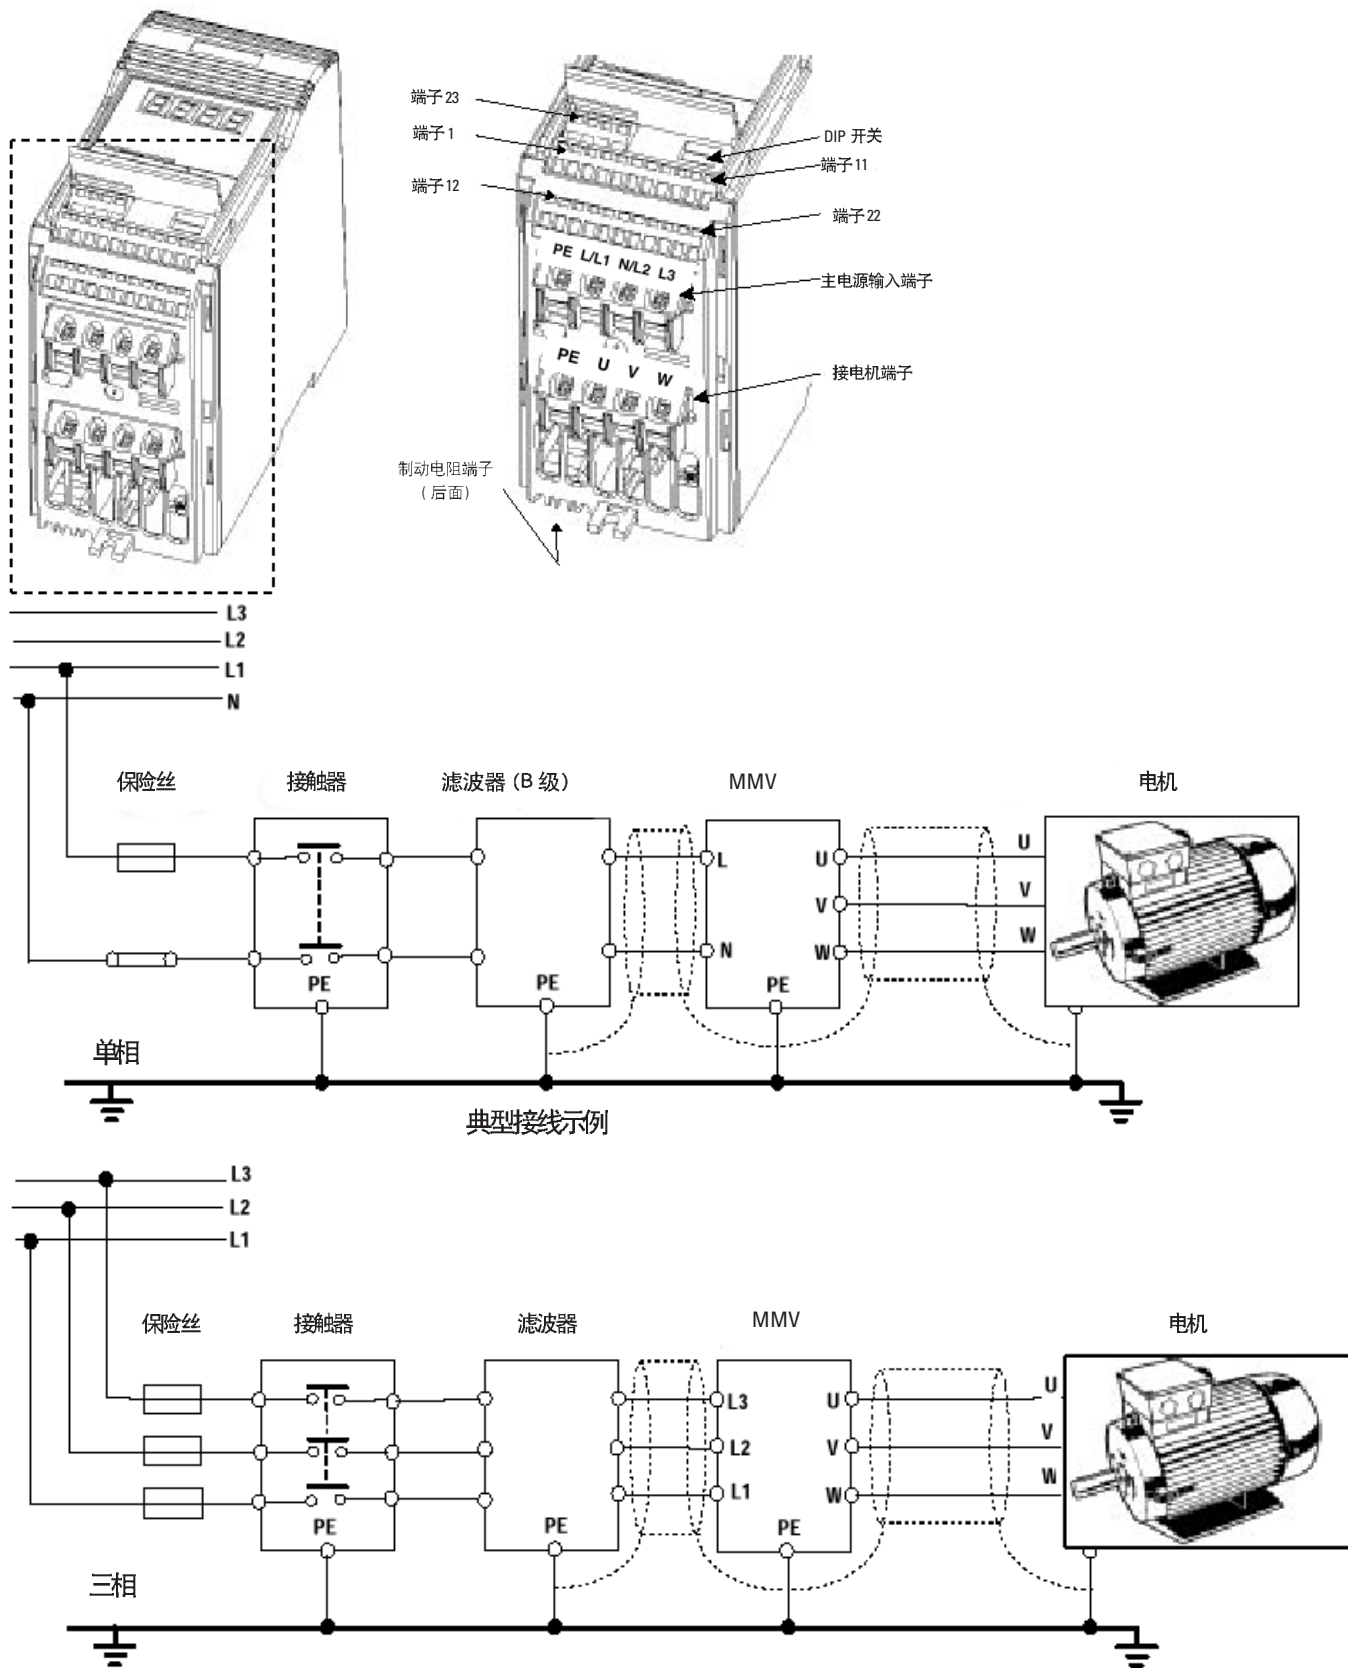

图3: MMV 接线方式-外型尺寸 A
在开始安装前要阅读 9.3 节的接线指导。MMV 的电气接线如图 3 所示
2. 输入电源应连接到端子 L/L1-N/L2 (单相) 或 L/L1, N/L2, L3 (3 相),并将接地端子 (PE) 接地,如图 3 所示。可用 3 芯电缆连接单相变频器,4 芯电缆连接三相变频器,每芯导线的截面规格参见第 8 节。
3. 可用 4 芯电缆连接电机。将电缆接至电机端子 U, V, W 及接地端子 (PE) (如图 3 所示)。
B 型机的端子排列和 A 型机相似 (参见图 3)
参照图 3, 4, 4A和4B 并按下列步骤操作:
12. 输入电源应连接到端子 L/L1-N/L2 (单相) 或 L/L1, N/L2, L3 (三相), 及接地端子 (PE) (如图 3 所示), 并将螺钉拧紧。
13. 将电机导线接到电机端子 U, V, W 和接地端子 (PE) (如图 3 所示), 并拧紧螺钉。
C 型机的端子结构和 A 型机相似(参见图 3)
参照图 3 和 5 按下列步骤操作:
8. 输入电源应连接到端子 L/L1—N/L2(单相)或 L/L1, N/L2, L3(三相),及接地端子(PE)(如图 3 所示),并将螺钉拧紧。
9. 将电机导线接到电机端子 U, V, W 和接地端子(PE)(如图 3 所示),并拧紧螺钉。
DIP 开关可选择模拟量输入为电压 (V) 或电流 (I), 也可选择 PID 反馈信号为电压或电流 (参见图 16 DIP 选择开关)。只有当前盖上的活板打开时, 这些开关才可调整 (参见图3)。